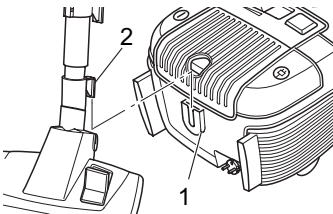

Abb. 15
- Zum **Aufbewahren** oder bei Arbeitspausen können Sie die Parkhalterung (Abb. 15/1) verwenden, um den Parkhaken (Abb. 15/2) an der Bodendüse einzuhaken (Abb. 15).